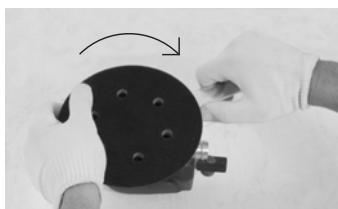

Fig. 3 – Fijado de la base de la lija
- Monte la base de la lija en el tornillo del soporte del rodillo, utilizando la llave de boca. Trabe el tornillo y gire la base de la lija manualmente en sentido horario (Fig.3);